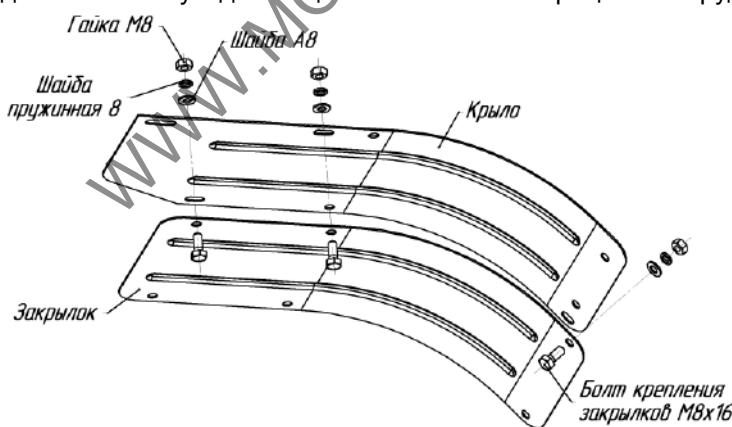

Рис.9. Схема крепления закрылков (дополнительных крыльев)
30. Защитные устройства и щитки должны быть установлены на соответствующие места и надежно закреплены с помощью исправного стандартного инструмента (рис.9).
12. При работе с фрезами-культиваторами необходимо установить закрылки (рис.9).